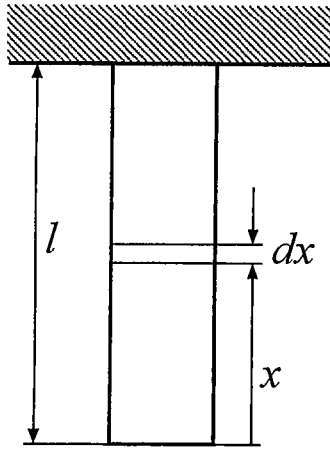

図 2-1
- 2 図 2-1 のように剛体天井に上端が固定された長さ l 、断面積 A の丸棒の自重による伸び Δl を求めよ。